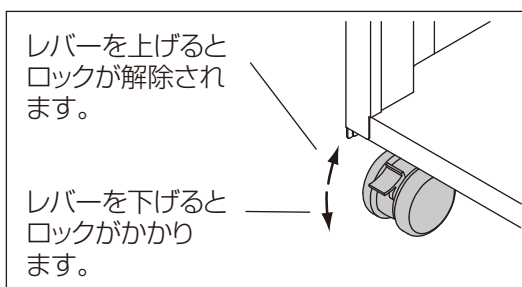

図4 キャスター拡大図
…本体底面に4個取り付けてあり、前部の2個はロック付です。機械を移動するときには、キャスターのレバーを上げてロックを解除してください。機械を使用する場合は、レバーを下げてキャスターをロックしてください。 図4 参照
1. キャスター⑧のレバーを下げて、ロックしてください。 P6 図4 参照